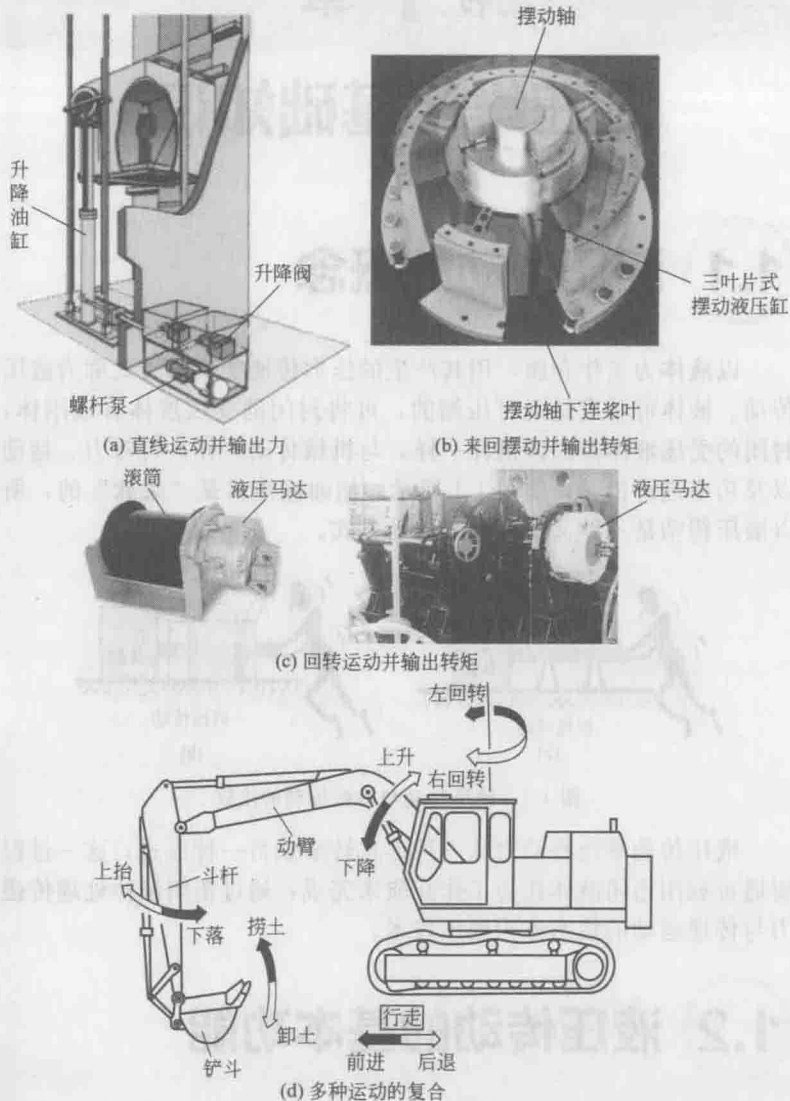

图 1-2 液压技术的基本应用
① 凡是需要做往复直线运动并输出力的地方可用到液压, 用液压缸执行 [图 1-2(a)]。
② 凡是需要做摆动并输出转矩的地方可用到液压,用摆动液压缸执行 [图 1-2(b)]。
③ 凡是需要做回转运动并输出转矩的地方可用到液压,用液压马达执行 [图 1-2(c)]。
④ 用以上三种简单运动复合,可使液压系统完成液压设备多自由度的各种复杂运动(用多个液压缸与多台液压马达执行),并对其进行运动方向、速度快慢和输出力的控制 [图 1-2(d)]。